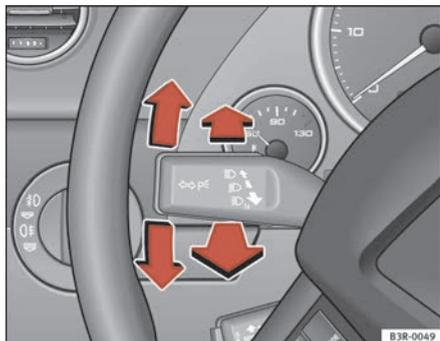

Fig. 91 Levier des clignotants et des feux de route
- Repoussez le levier jusqu'en butée supérieure pour faire fonctionner les clignotants droits, ou inférieure pour faire fonctionner les clignotants gauches \Rightarrow fig. 91.